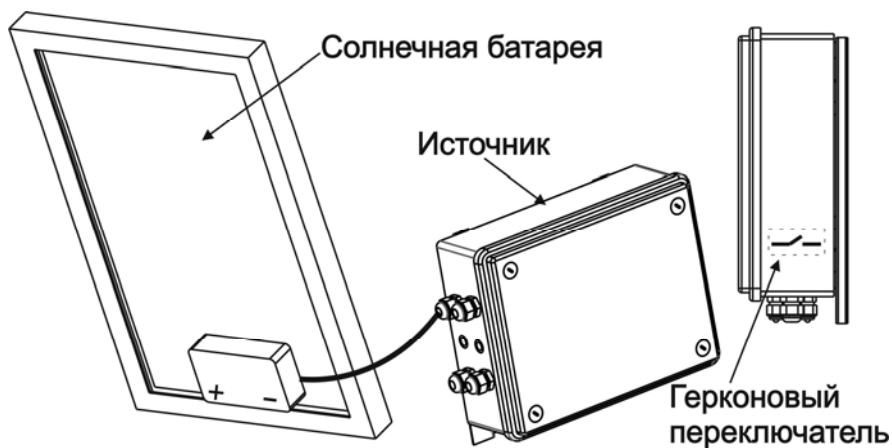

Рисунок 1
Источник представляет собой устройство питания нагрузки от АКБ, заряжаемой от солнечной батареи, и размещенное в пластиковом корпусе, состоящем из днища и крышки (см. рисунок 1). АКБ устанавливается внутри корпуса.
Источник оснащен герконовым переключателем, предназначенным для запоминания порога освещенности, соответствующего включению выходов. Процесс запоминания инициируется поднесением магнита к месту расположения герконового переключателя (см. рис.1). При кратковременном замыкании происходит запоминание текущего уровня освещенности как порога «ДЕНЬ-НОЧЬ».
- - Настроить порог срабатывания по уровню освещенности (подстраивается герконовым переключателем расположенным с внутренней стороны дна источника справа (см. рис.1)), для этого необходимо поднести магнит к месту расположения герконового переключателя (см. рис.1), кратковременное замыкание которого вызывает запоминание текущего уровня освещенности как порога «ДЕНЬ-НОЧЬ».
При низком уровне освещенности солнечного фотоэлектрического модуля не происходит переключение в автономный режим работы от АКБ.	а) Не настроен порог срабатывания фотодатчика по уровню освещенности. Настроить порог срабатывания по уровню освещенности, посредством герконового переключателя (см. рис.1); б) Проверить соединение на клеммах аккумулятора, обнаруженные неисправности - устранить. в) Проверить напряжение на клеммах АКБ, при напряжении менее 11,0 В аккумуляторную батарею поставить на зарядку или заменить.